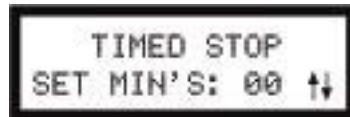
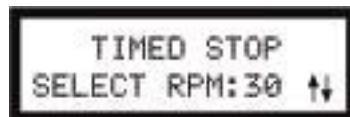

Figure III.15
Figure III.17
**Remarque :** Si un intervalle de temps a déjà été entré, l'utilisateur peut s'abstenir d'entrer le temps et peut aller directement sur l'écran suivant pour entrer la vitesse en appuyant sur la touche ENTER/AUTORANGE (Figure III.17).
**Remarque :** La valeur soit pour les minutes soit pour les secondes doit être différente de zéro sinon vous ne pourrez pas continuer et voir afficher l'écran d'entrée de la vitesses RPM ( Figure III.17). En appuyant sur les touches OPTIONS/TAB ou ENTER/AUTORANGE, l'utilisateur peut faire alterner sur l'écran l'affichage pour l'entrée des minutes et celui des secondes (Figure III.15), jusqu'à ce que les minutes ou les secondes aient une valeur différente de zéro.
Une pression de la touche ENTER/AUTORANGE permet à l'utilisateur d'entrer la vitesse (RPM) choisie. A ce stade, l'utilisateur va voir un écran semblable à la figure III.17; en utilisant les touches UP ou DOWN, l'utilisateur choisit la vitesse à utiliser.
Après avoir choisi la vitesse, l'opérateur peut revenir et revoir les valeurs sélectionnées. S'il appuie sur la touche OPTIONS/TAB, il retourne à l'écran pour le choix des minutes (Figure III.15). Là, si besoin est, il va pouvoir changer l'entrée de la valeur des minutes.